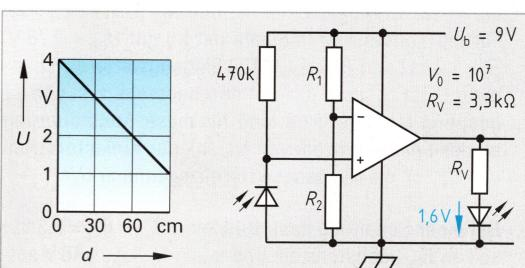
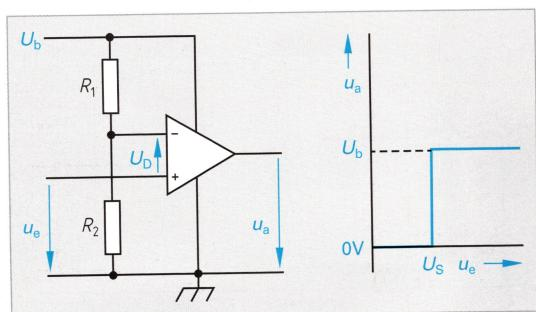

Bild 4: Abstandsanzeige mit Sensor
Bild 1: Nicht invertierender Komparator
- a) Bemessen Sie R_1 und R_2 (**Bild 4**) so, dass bei einem Abstand von 60 cm die LED aufleuchtet. b) Eine 2. LED soll zusätzlich bei 30 cm leuchten. Erweitern Sie die Schaltung mit einem 2. OPV und berechnen Sie dessen Spannungsteiler.
- Ein 5 V-Controller benötigt ein Netzteil, dessen Ausgangsspannung zwischen 4,5 V und 5,5 V liegen muss. a) Entwerfen Sie eine Schaltung mit den Komparatoren aus **Bild 1** und **Bild 2**, die die Ausgangsspannung aus **Bild 4** erzeugt. Eine grüne 2-mA-Leuchtdiode leuchtet auf, wenn das Spannungsfenster eingehalten wird. b) Dimensionieren Sie alle notwendigen Widerstände (Bereich bis $100 \text{ k}\Omega$) $U_b = 9 \text{ V}$.